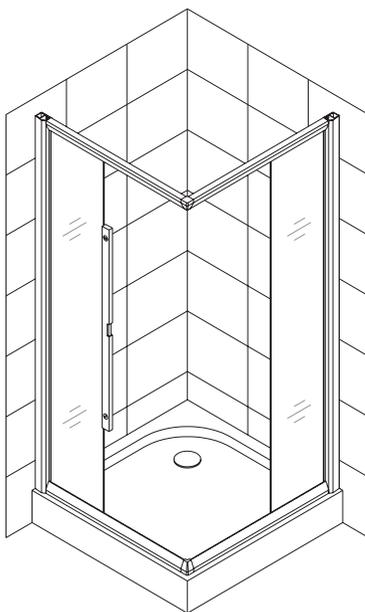

Рис. 14
12. Отрегулируйте душевую кабину. Используйте дрель, чтобы просверлить отверстия и закрепите конструкцию при помощи шурупа с полукруглой головкой 4.2×10 (**14**). Закройте головки шурупов декоративными заглушками. См. рис. 14, 15, 16 для более подробной информации.